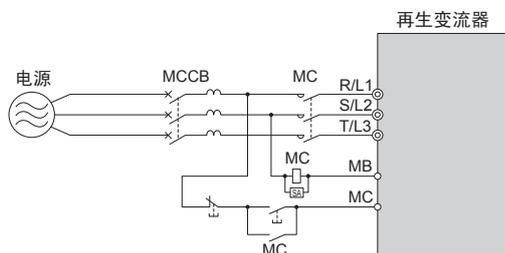

图 7.2 接线用断路器的连接
- 多台再生变流器共同使用、或其他机器共同使用 MCCB 或 ELCB 时，请如图 7.2 所示，设计利用 MC 在发生输出异常时切断电源的顺控回路。